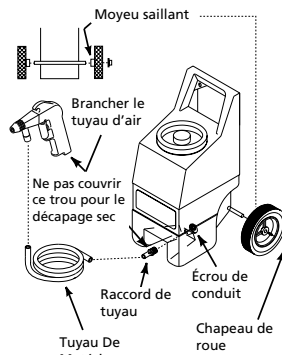

Figure 7 - Modèle AT121102
- Glisser la roue sur l'arbre de roue. (Voir Figure 7). Cogner légèrement au marteau sur le capuchon de roue pour fixer, s'assurant que le moyeu saillant fait face à la trémie. Répéter pour le côté opposé.
- Brancher le tuyau de matériaux au raccord de tuyau flexible. Brancher le sens opposé du tuyau flexible au pistolet (Voir Figure 7). Ne jamais utiliser des colliers de serrage pour fixer le tuyau.